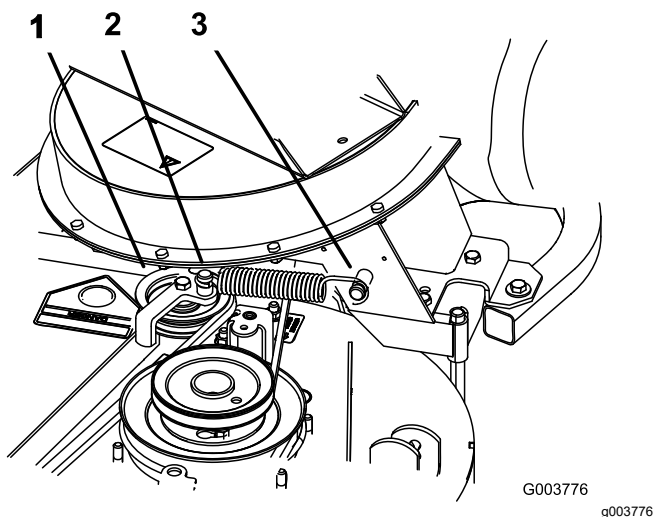

Figura 43
8. Instale el muelle según se muestra en Figura 43.